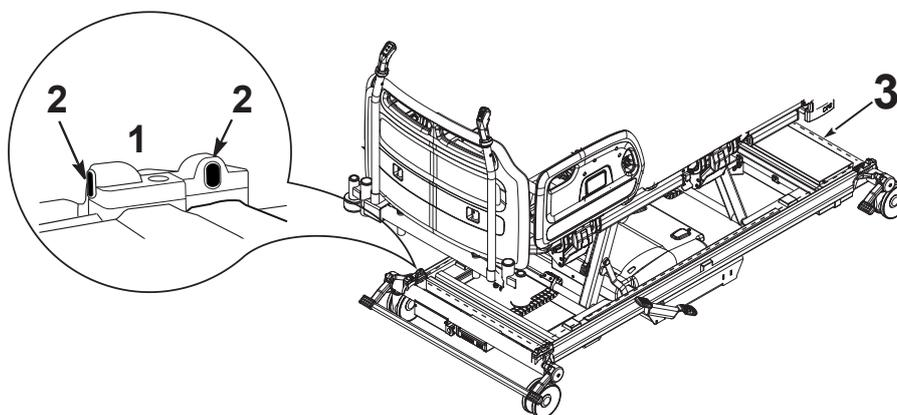

Figura 29. Raggio e sensori anti-intrappolamento
*Pulire con regolarità le lenti (vedere figura 29, componente 2) dei sensori a infrarossi utilizzando un panno morbido e asciutto.*